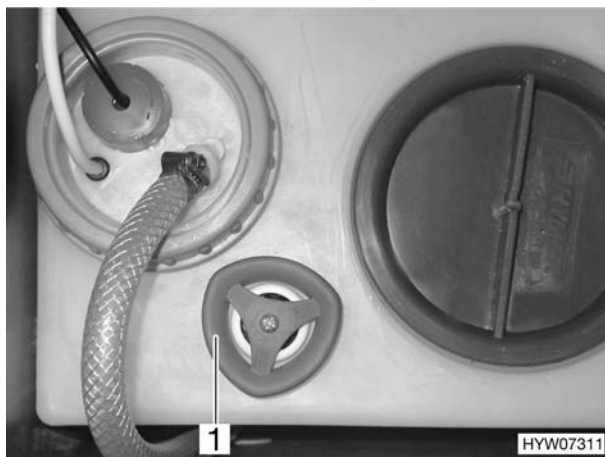

Fig. 80 Serbatoio dell'acqua, maniglia girevole
- Sul serbatoio dell'acqua ruotare la maniglia girevole (Fig. 80,1) in senso orario, per chiudere l'apertura di scarico.
- Girare la maniglia girevole (Fig. 80,1) sul serbatoio dell'acqua in senso antiorario.